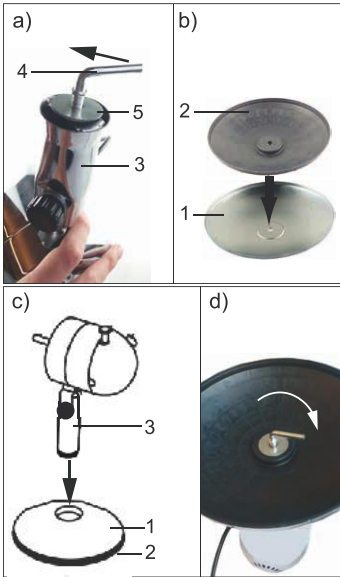

Fig.81: Montering av basen
1. Lossa fästskruven (4) från sockeln.
2. Skruva loss skruven motsols, se bild 81 a).
3. Avlägsna underläggsskivan (5) från sockeln (3).
4. Lägg insatsen i basen (1) så som visas i bild 81 b).
5. Placera sockeln på basen, se bild 81 c). *Sockeln ska glida in i skåran.*
9. Skruva fast fästskruvarna medsols, se bild 81 d).